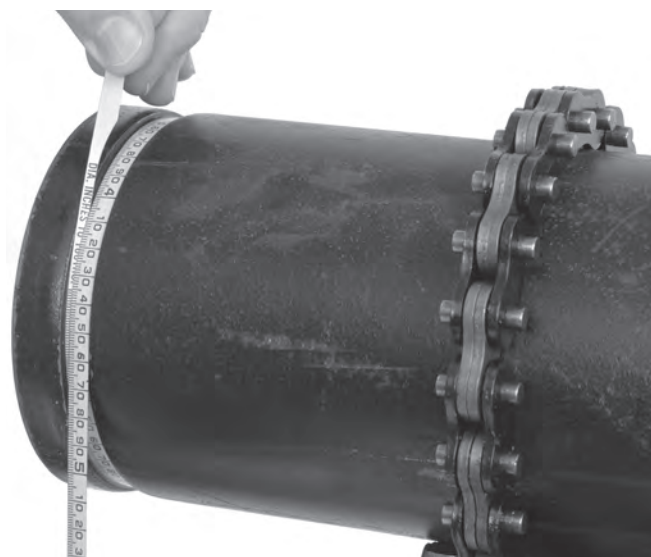

Figure 11 – Vérification du diamètre de rainure à l'aide d'un ruban métrique
6. Mesurez le diamètre de la rainure. Le meilleur moyen de mesurer le diamètre d'une rainure est d'utiliser un ruban métrique (se reporter à la rubrique *Accessoires*). Enveloppez le ruban autour de la rainure du tuyau. Assurez-vous que le ruban s'assoit bien à plat en fond de rainure, puis notez le diamètre de la rainure (Figure 11).